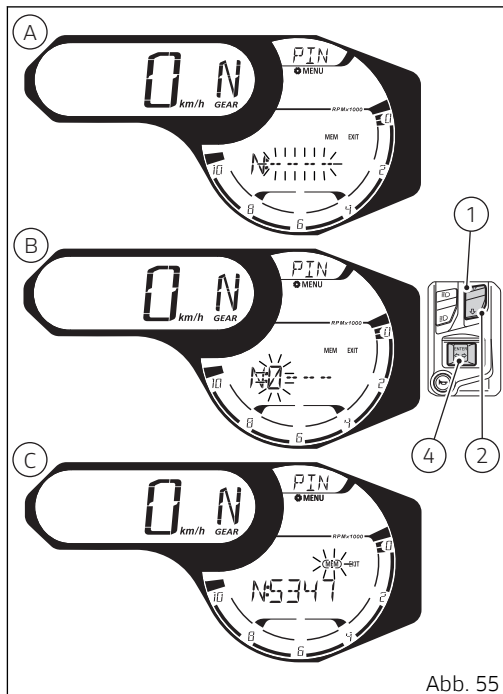

Abb. 55
Wird die Taste (4) zur Bestätigung der vierten und letzten Zahl gedrückt, blinkt im Display die Umrandung der Angabe MEM (C, Abb. 55) auf. Nun können über die Tasten (1) und (2) folgende Maßnahmen getroffen werden:
- Wahl der Angabe „EXIT“ (blinkende Umrandung) und Drücken der Taste (4) zum Beenden ohne Speicherung des PIN CODE;
- Wahl der einzelnen Ziffern (blinkend) des eingegebenen Codes und Drücken der Taste (4) für die Änderung mittels Wiederholung der Codeeingabe;
- Wahl der Angabe „MEM“ (blinkende Umrandung) (C, Abb. 55) und Drücken der Taste (4) zum Speichern des PIN CODE.